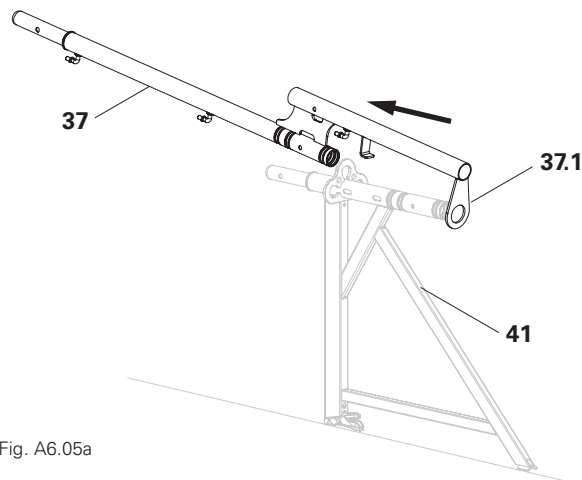

Fig. A6.05a
1. Spingere la staffa (37.1) del montante per paramento EPS (37) sull'estremità inferiore del tubo della mensola (41). (Fig. A6.05a)